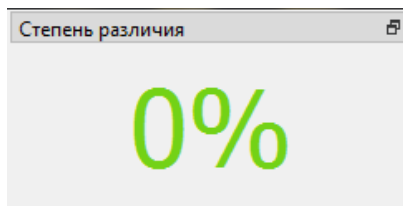

Рисунок 10. Элемент интерфейса, показывающий процент различия ВАХ двух элементов
- В блоке степень различия (рисунок 10) указывается различие между двумя сравниваемыми ВАХ, где 100% – это полностью различные ВАХ, а 0% – абсолютно одинаковые ВАХ.